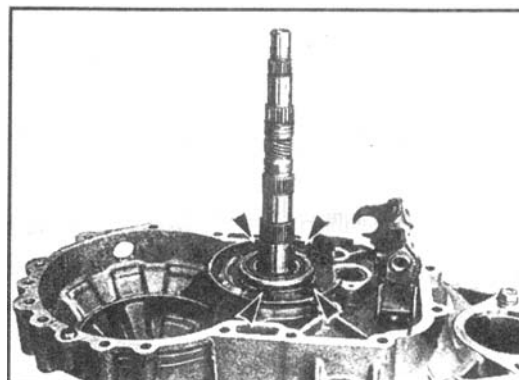

图 4-64 调整输出轴（二）
(2) 插入已装好的输出轴总成，放上轴承座，并用 $40\text{N} \cdot \text{m}$ 的力矩拧紧，如图 4-64 所示。
(4) 旋下轴承挡板螺栓，拿下输出轴，见图 4-64。